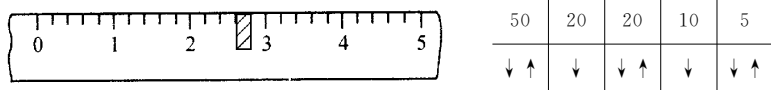

图 1-1-10
7. 高于 将左边的平衡螺母左旋或将右边的平衡螺母左旋,直至天平平衡  $32.6\text{ g}$ ,如图1-1-10 所示